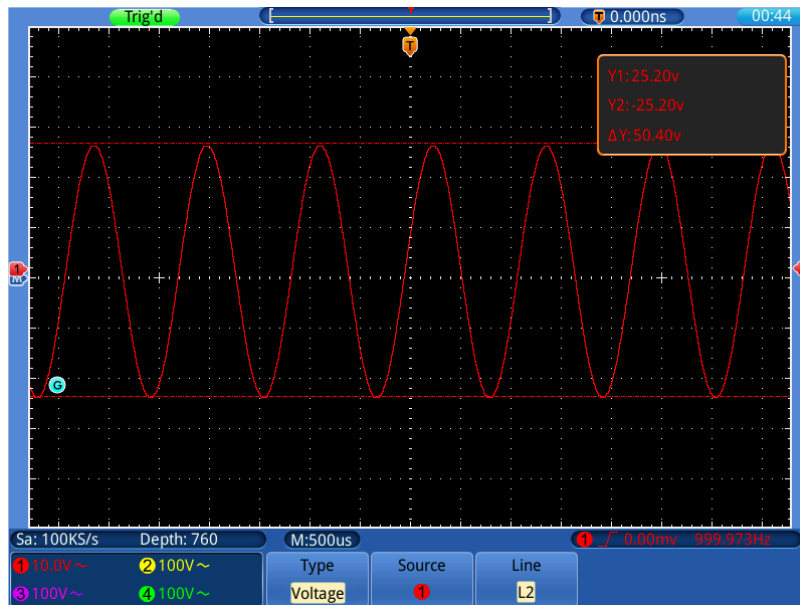

Bild 0-10 Spannungs-Cursor-Messung
2. Wählen Sie **Quelle** im unteren Menü und dann ① im linken Menü für Kanal 1.
4. Wählen Sie **Cursor** im unteren Menü und dann **Cursor1** im rechten Menü. Das **G** Symbol erscheint neben der Cursor 1 Linie und zeigt an, daß Sie die Position der Linie mit dem Multi-Drehregler (**G**) ändern können. Wählen Sie **Cursor2** um das gleiche mit der zweiten Cursor-Linie durchzuführen. Bei **Cursor 1&2** werden beide Cursorlinien gleichzeitig mit (**G**) verschoben. Das eingblendete Cursor-Messfenster zeigt die erfassten Positionen und den Spannungs-Differenzwert zwischen den Cursor-Linien an. (**Bild 0-10**).